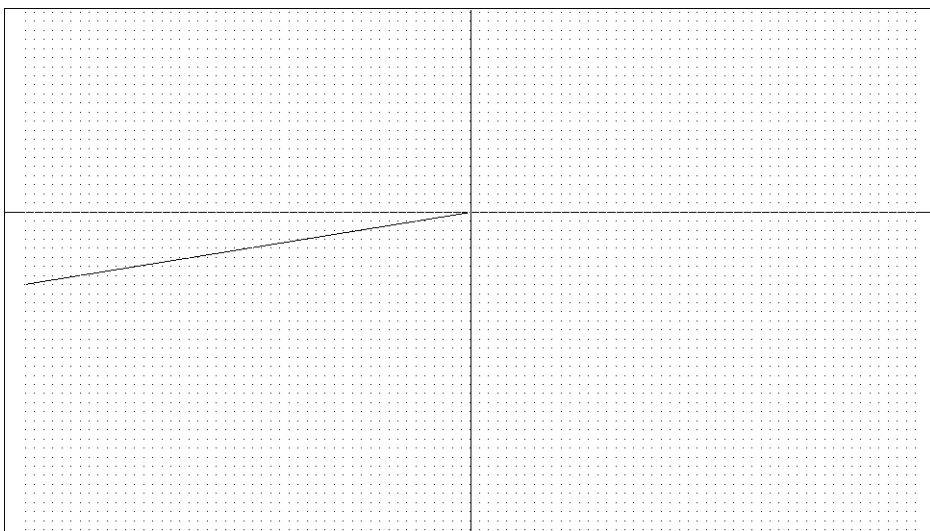

Рис. 3.9. Первая габаритная точка рабочей зоны, выбранная с помощью сетки
1. Запустите инструмент **С линиями** (Line) (например, введя в командном окне **L**) и выберите точку сетки с координатами (0.0, 1350.0), как показано на рис. 3.9. (Как нетрудно догадаться, выбрать точку с конкретными координатами без сетки было бы невозможно – пришлось бы вводить их с клавиатуры.)